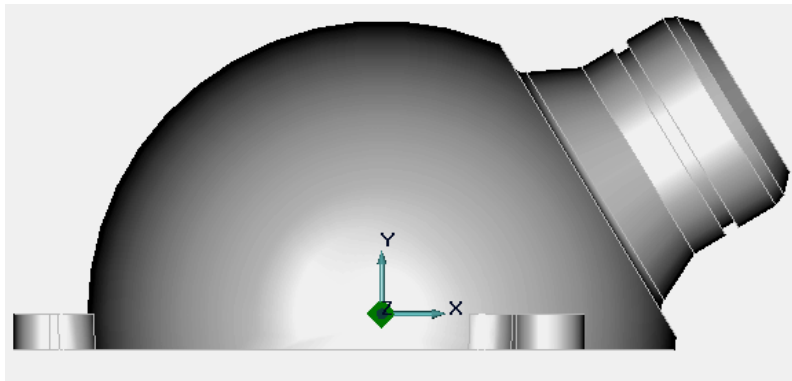

Рисунок 2.32 – Результат внесення змін в об'ємну модель корпусу
6. Натисніть кнопку «Регенерация 3D»  на панелі «Редактирование 3D». Модель перебудується відповідно до внесених змін (рис. 2.32).